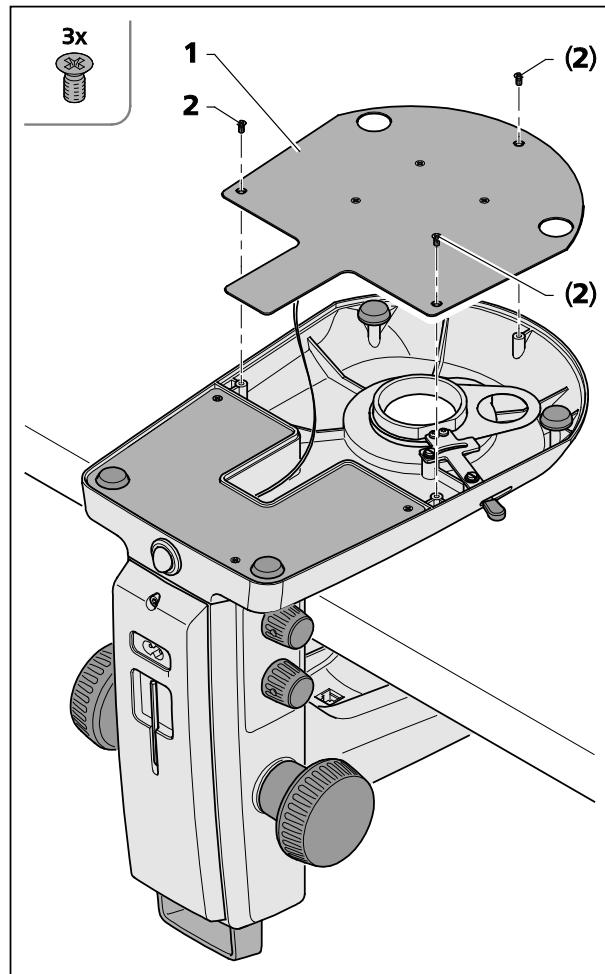

图 28 打开 K EDU 镜臂的盖板
在清洁和移除意外掉落的异物时，可以移除镜臂盖板(图 28/1)。
- 松开三个十字槽螺钉(图 28/2)，小心地取下镜臂盖板(图 28/1)放到一边。
- 要注意不要让电线和镜臂盖板(图 28/1)分离。